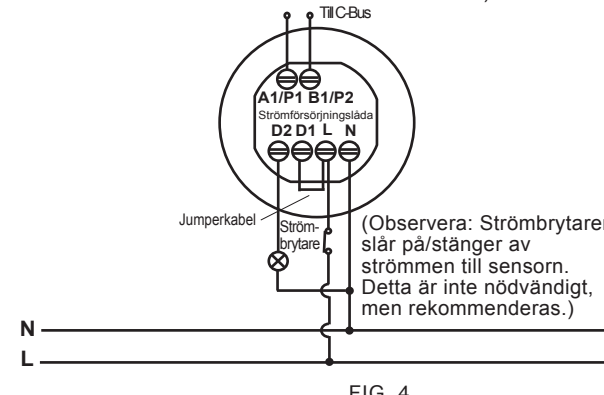

FIG. 4
- Användning av C-Bus-kontrollsignal (se FIG. 4. Säkerställ att skjutomkopplaren är rätt inställd, se avsnitt 4.2.1.2 och FIG. 20 & FIG. 21).